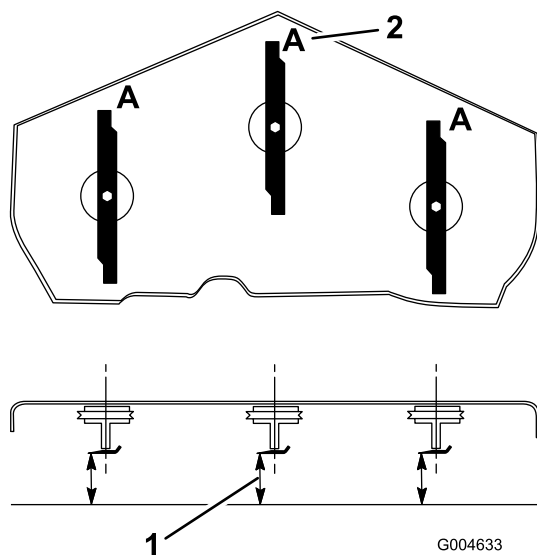

Figura 70
3. Girate le lame fino a disporle in parallelo con la lunghezza della macchina (Figura 70).
Nota: Misurate da un piano orizzontale fino al tagliente delle lame, posizione A, (Figura 70). Prendete nota di questa misura.